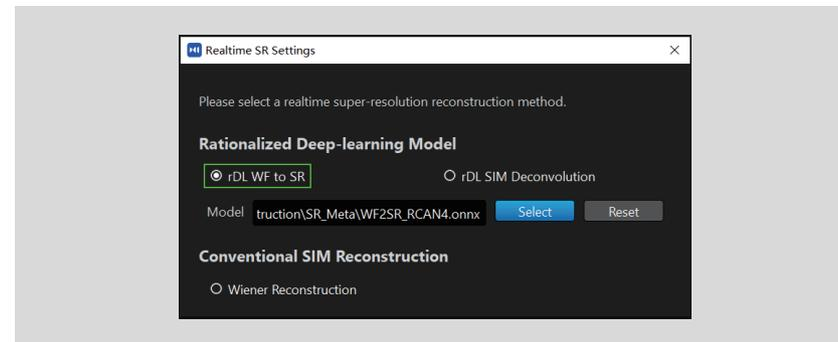

图4.11-1
① 在LIVE采集模式下, 对用户采集的图像进行实时重建。可选择采用深度学习的方式进行实时重建, 或采用传统wiener算法进行实时重建 (如图4.11-1所示)。